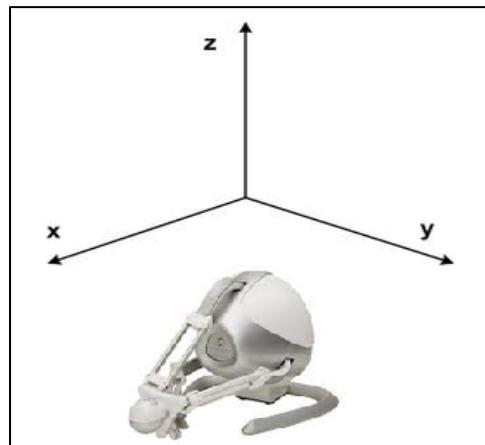

図1. Falcon の座標系
2. dhdSetForce() 関数の Z の値(3 つ目の引数)を変えて、下向きに力を出力させる。Falcon の座標系は図 1 のようになっており、下向きに出力させるので Z は負の値となる。